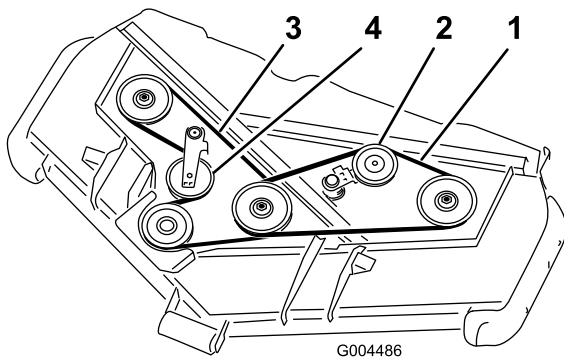

Figura 57
3. Con una barra idonea o uno strumento simile, allontanate la puleggia tendicinghia superiore (Figura 57) dalla cinghia di trasmissione superiore, per rilasciare la tensione della cinghia e toglierla dalle pulegge.
4. Con una barra idonea o uno strumento simile, allontanate la puleggia tendicinghia inferiore (Figura 57) dalla cinghia di trasmissione inferiore, per rilasciare la tensione della cinghia e toglierla dalle pulegge.
5. Montate la nuova cinghia attorno alla puleggia degli ingranaggi, alle pulegge del perno inferiore e alla puleggia tendicinghia, come illustrato nella Figura 57.
6. Montate la nuova cinghia attorno alle pulegge del perno superiore e alla puleggia tendicinghia, come illustrato nella Figura 57.